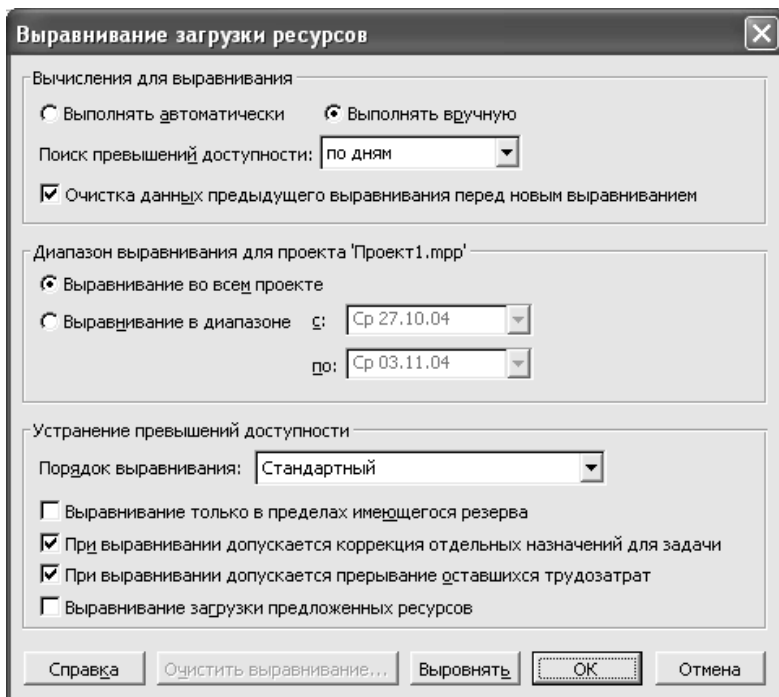

Рис.24. Вирівнювання завантаженості ресурсів
2. З меню **Сервіс** виберіть команду **Вирівнювання завантаження ресурсів**. З'явиться вікно **Вирівнювання завантаження ресурсів**. (рис. 24).